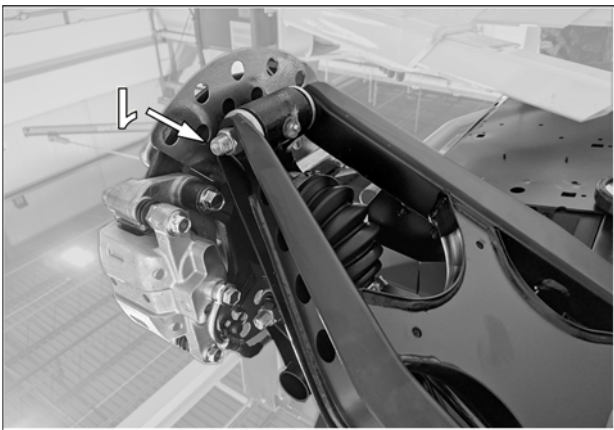

Fig. 4
- Retirer le boulon (1) qui fixe le bras de suspension inférieur au moyen de roue. Voir la Fig. 4